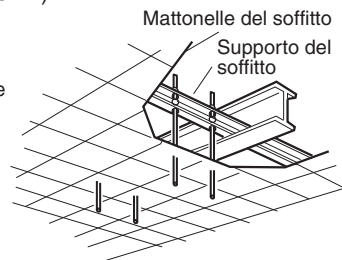

Fig. 3-12
b) Usare i supporti a soffitto esistenti o realizzare dei supporti adatti (Fig. 3-12).